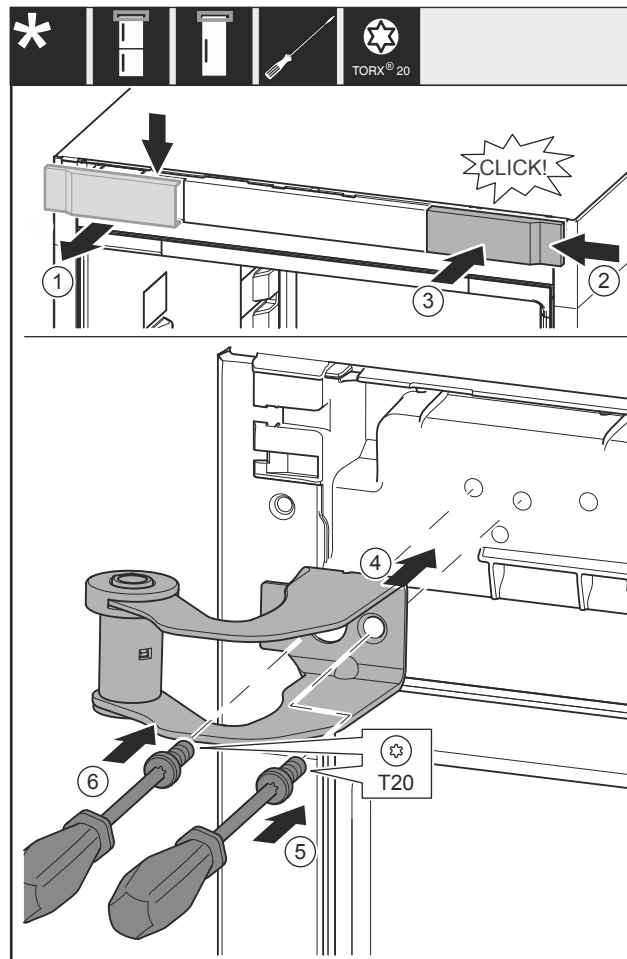

Fig. 31
- ▶ Abdeckung Fig. 31 (1) von oben nach vorne abnehmen.
- ▶ Abdeckung Fig. 31 (2) um 180° gedreht auf der anderen Seite von rechts einhängen.
- ▶ Abdeckung Fig. 31 (3) einrasten.
- ▶ Oberen Lagerbock Fig. 31 (4) ansetzen.
- ▶ Schraube Fig. 31 (5) festdrehen.
- ▶ Schraube Fig. 31 (6) festdrehen.